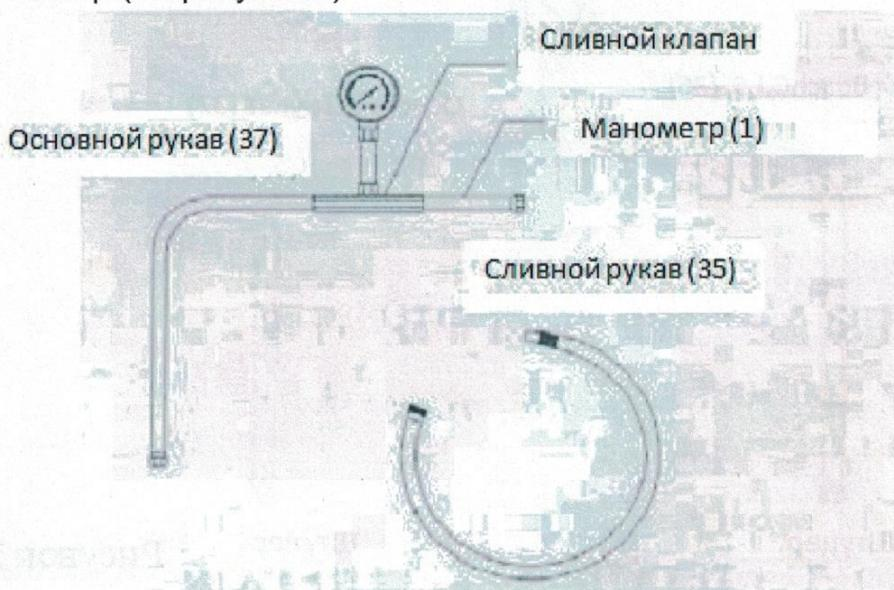

Рисунок 2
1. Присоедините основной рукав (37) к манометру (1) через тройник. При этом небольшим количеством фум-ленты закрепите резьбовую часть и затяните с помощью ключа.
2. Присоедините сливной рукав к тройнику, к которому подключен манометр.(см.рисунок 2)